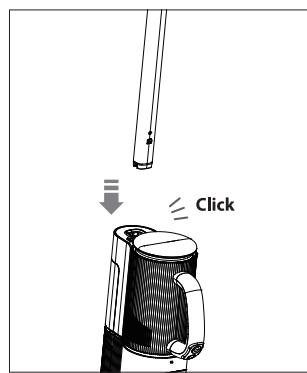

Fig. 5 – Monter la poignée
- ▶ Poussez la poignée jusqu'en butée dans le corps de l'appareil jusqu'à ce qu'elle s'enclenche de manière audible. La poignée doit être bien fixée dans l'appareil (**voir Fig. 5**).